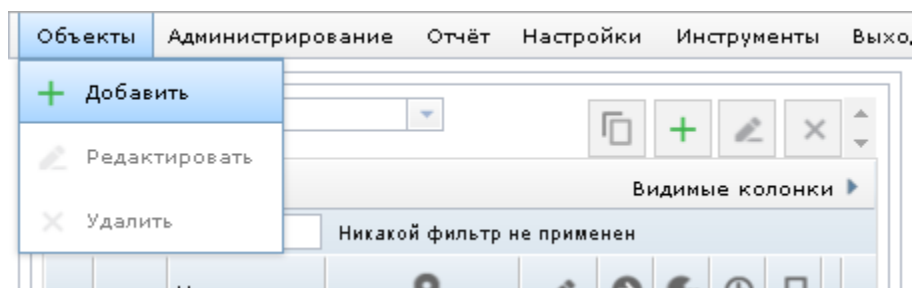

Рис. 5.6. Пример добавления объекта
1. Выбрать в меню пункт «Объекты» и затем нажать на кнопку «Добавить» или нажать на значок **+** в разделе «Объекты» на рабочей панели (рисунок 5.6).